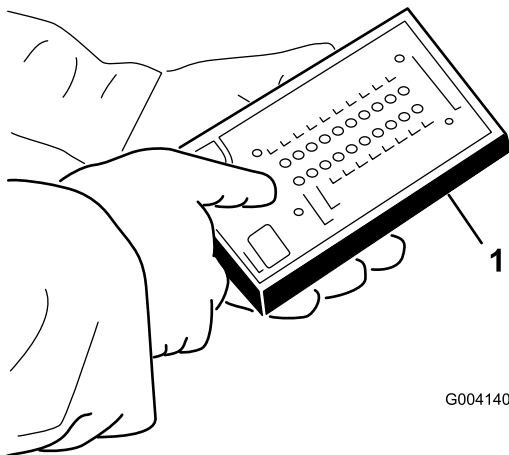

**Figura 36**
3. Localice el arnés de cables y el conector del bucle de prueba (Figura 36).